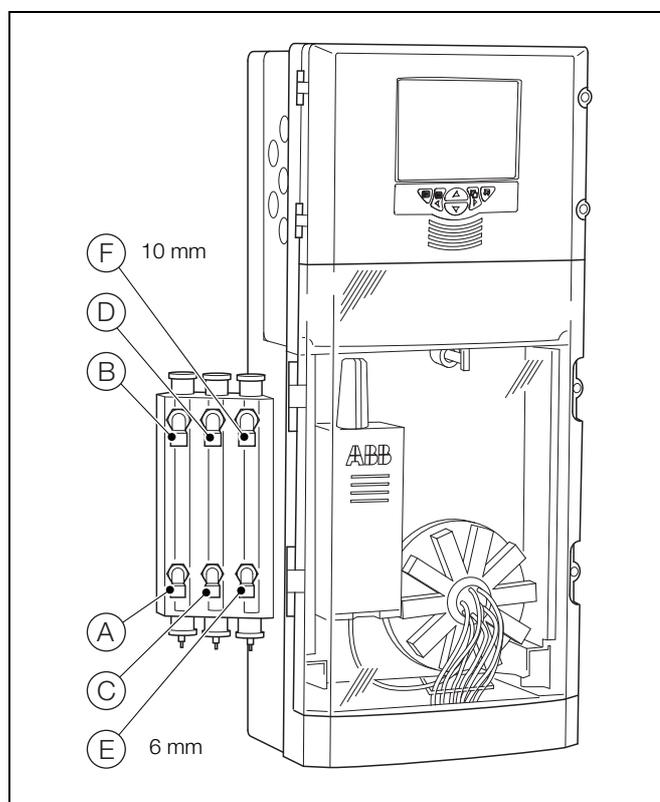

Fig. 4.11 Collegamento delle linee di ingresso e di scarico dei campioni – Multilinea
La linea/le linee di scarico (B), (D) e (F) (vedere la Fig. 4.11) devono essere disposte correttamente per consentire lo scarico per gravità.